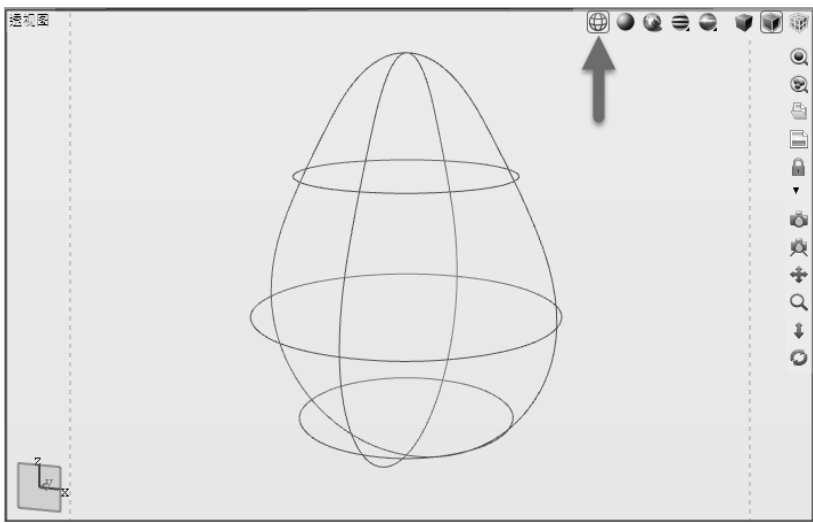

图 1-12 线框模式
- 线框模式：视图仅显示类曲线网格，显示速度最快，如图 1-12 所示。